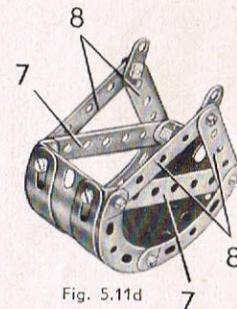

Fig. 5.11d
La benne (fig. 5.11d), est constituée par une plaque flexible de 14 x 4 cm. incurvée et boulonnée sur des bandes cintrées à glissière; la plaque flexible est réunie par des équerres à des bandes de 7 trous (7); deux bandes incurvées épaulées et deux bandes de 5 trous (8) sont tenues de chaque côté par les mêmes boulons. Les extrémités supérieures des bandes (8) sont boulonnées sur des supports plats. La benne est suspendue à une corde attachée à l'un des supports plats et passée sur l'une des poulies (6) du chariot. La corde fait ensuite une boucle dans une bande de 5 trous (9), passe autour de la seconde poulie (6) et est attachée à l'autre support plat de la benne. La bande (9) est boulonnée sur des équerres de 25 x 25 mm. fixées à l'extrémité du portique.